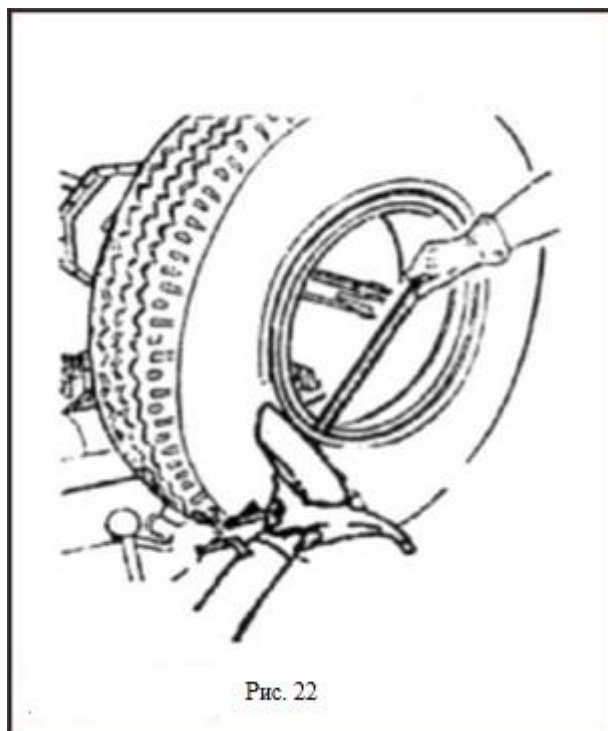

Рис. 22
- Подцепите край разъемного кольца монтировкой, и, удерживая его, подведите диск для отрыва борта под образовавшийся зазор между кольцом и ободом. Вращайте колесо против часовой стрелки, чтобы полностью снять разъемное кольцо (рис. 22).
- Переведите инструментальную консоль (9) в исходное положение, а затем – к внутренней стороне колеса.